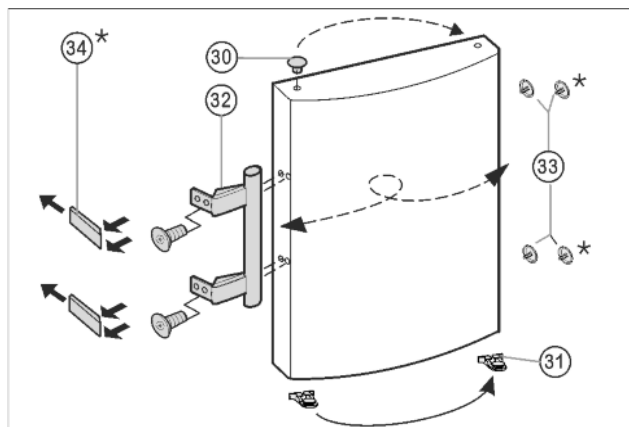

Fig. 8
- ▶ Scoateți dopul Fig. 8 (30) din bucașa suport a ușii și introduceți-l în partea opusă.
- ▶ Demontați mânerul ușii Fig. 8 (32), dopul Fig. 8 (33) și plăcile de presare Fig. 8 (34) și așezați-le pe partea opusă.